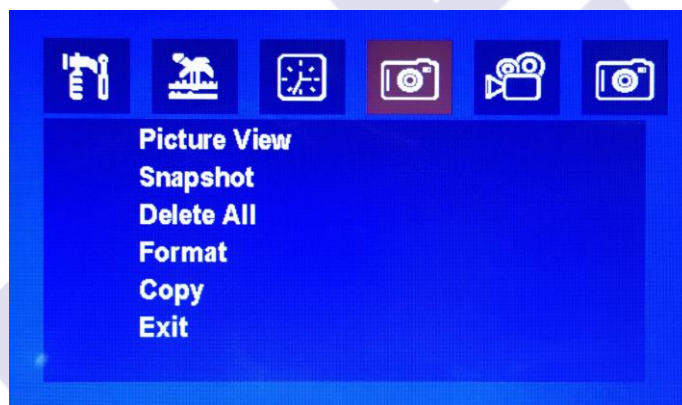

图 4/Picture 4
5.3.7. 拍照菜单(如图 4)/ Take picture menu(Picture4)